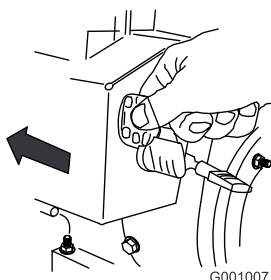

Figure 24
5. Insérez la clé de contact dans le commutateur d'allumage (Figure 24).